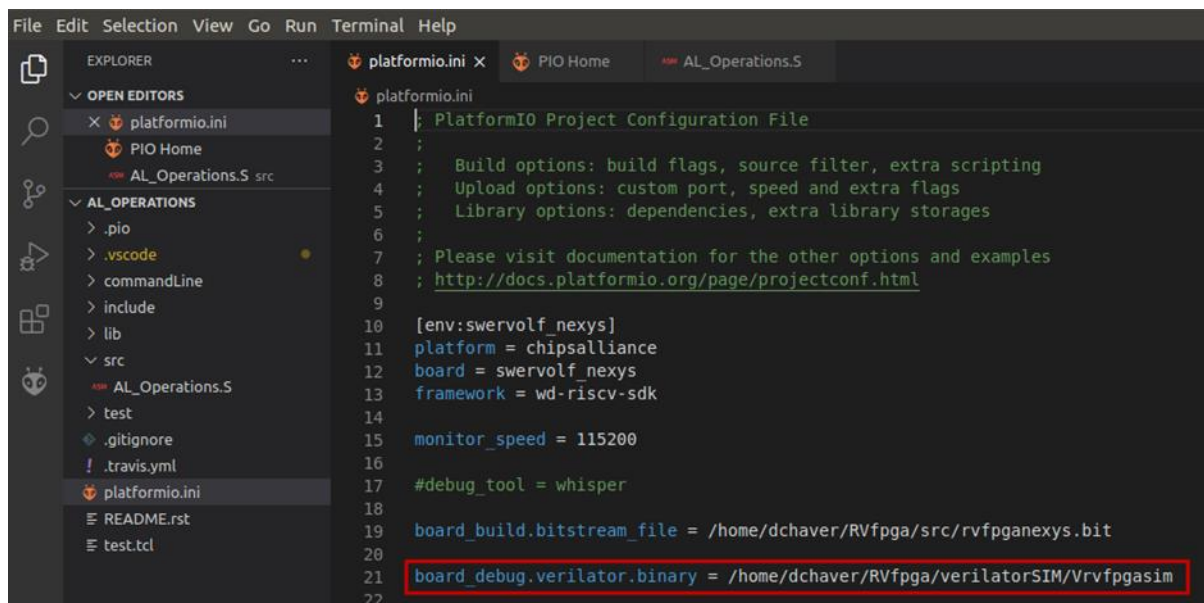

Figura 82. Archivo de inicialización de PlatformIO: platformio.ini
5. Abra el archivo *platformio.ini*. Establezca la ruta hacia el archivo binario de simulación RVfpgaSim generado en el primer paso (*Vrvfpgasim*) editando la siguiente línea (ver Figura 82).